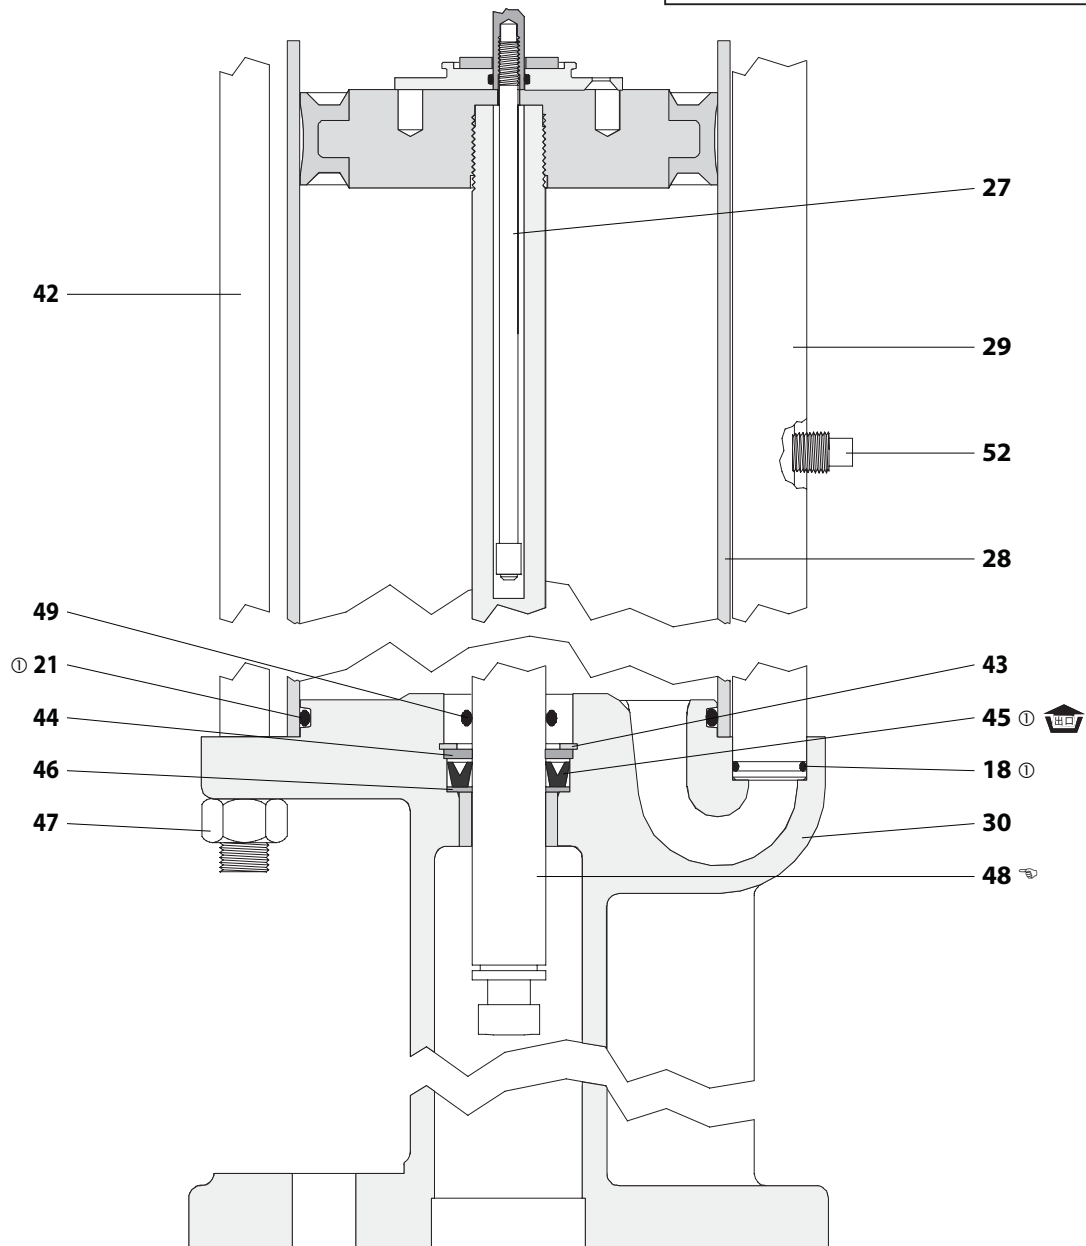
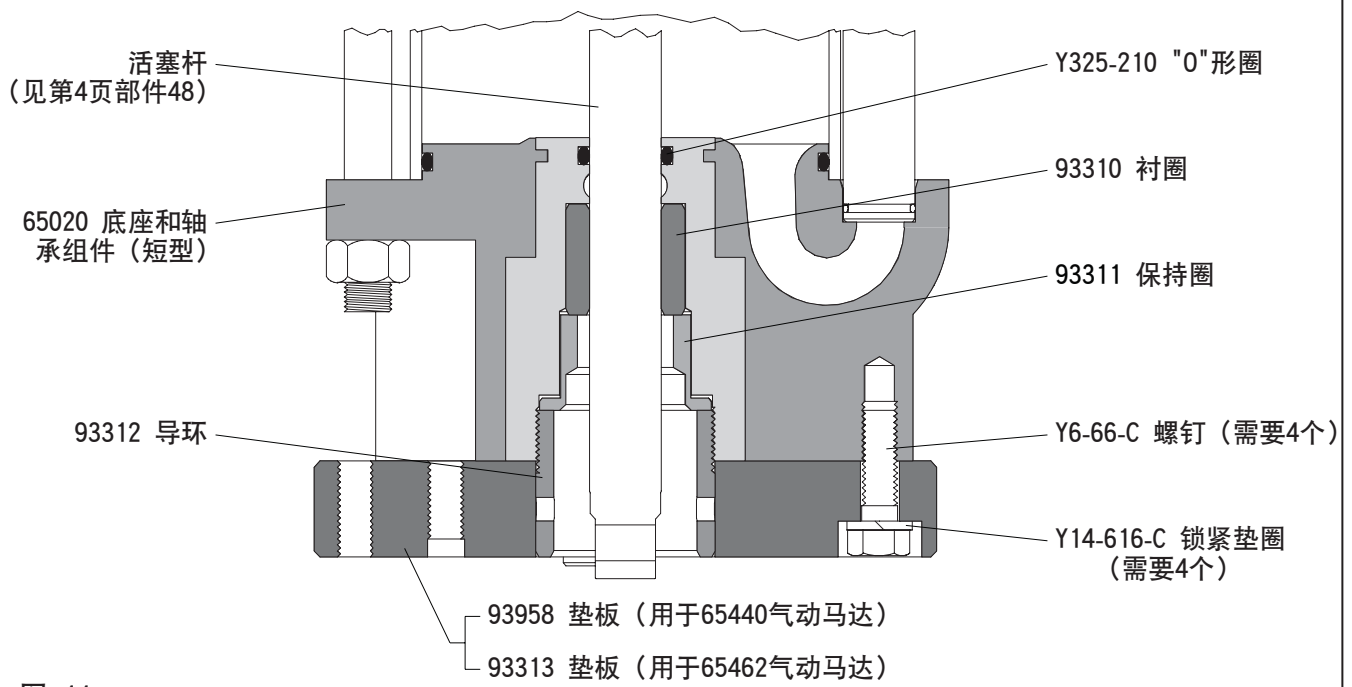

图 5
图 11
- (24) 和活塞杆 (48) 仍将位于气缸 (28) 中。
- 28. 从底座组件 (30) (有两种类型):
类型一 (见图 5, 如上): 拆除扣环 (43), 垫圈 (44), "U" 型杯 (45) 和垫圈 (46)。
类型二 (见图 11, 第 8 页): 拆除 "O" 型圈 (49)。
- 29. 拆除底座组件 (30) 上的 "O" 型圈 (21)。
- 30. 从气缸 (28) 中取出活塞杆 (48) 和活塞组件 (24)。
- 31. 用适当型号的钳子夹住杆组件 (27), 然后把扳手放在加长杆 (36) 上搭扳手的平面, 将加长杆 (36) 从杆组件 (27) 上拧下。
- 32. 通过活塞杆 (48) 上搭扳手的平面, 用扳手将活塞杆 (48) 从活塞组件 (24) 上拧下; 然后拆除活塞杆 (48) 上的杆组件 (27)。
5. 将“O”型圈 (21) 安装到底座组件 (30)。
6. 在类型一底座组件 (30) (见图5, 第5页) 上安装垫圈 (46), “U”型杯 (45) (杯口朝上), 垫圈 (44) 和扣环 (43)。在类型二底座组件 (30) (见图11, 第8页) 上安装“O”型圈 (49)。
7. 将活塞杆 (48) 推入底座组件 (30), 小心不要损毁“U”型杯 (45) 的杯口或“O”型圈 (49)。